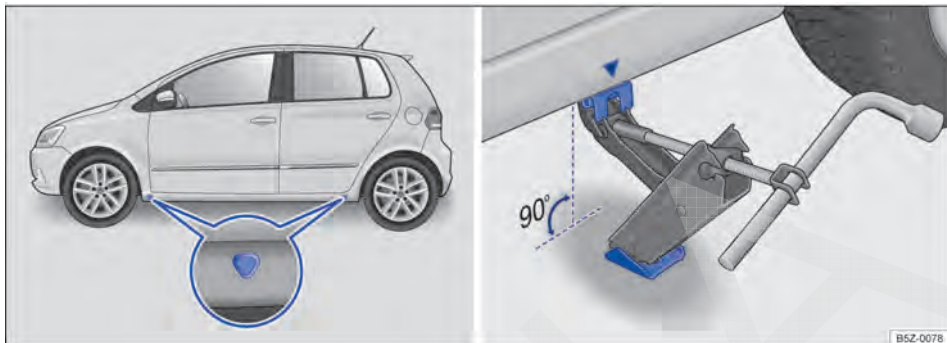

Fig. 165 Pontos de apoio do macaco e macaco posicionado no lado esquerdo traseiro do veículo.
A figura \Rightarrow **Fig. 165** ilustra, como exemplo, as indicações do modelo Novo Fox. O modelo Novo Fox Pepper segue o mesmo conceito.
O macaco somente pode ser posicionado nos pontos de apoio indicados (marcação na carroceria) \Rightarrow **Fig. 165**. É válido o ponto de apoio localizado próximo à roda correspondente \Rightarrow .
6. Procurar sob o veículo o ponto de apoio do macaco \Rightarrow **Fig. 165** mais próximo da roda a ser trocada.
8. Garantir que a base do macaco, com toda sua superfície, esteja sobre o chão e que a base se encontre perpendicularmente abaixo do ponto de colocação \Rightarrow **Fig. 165**.
9. Alinhar o macaco e, simultaneamente, levantar a garra do macaco até ela se encaixar na travessa debaixo do veículo \Rightarrow **Fig. 165**.
- Posicionar o macaco somente nos pontos indicados. A garra do macaco deve se encaixar no perfil da longarina de forma segura ⇒ Fig. 165.